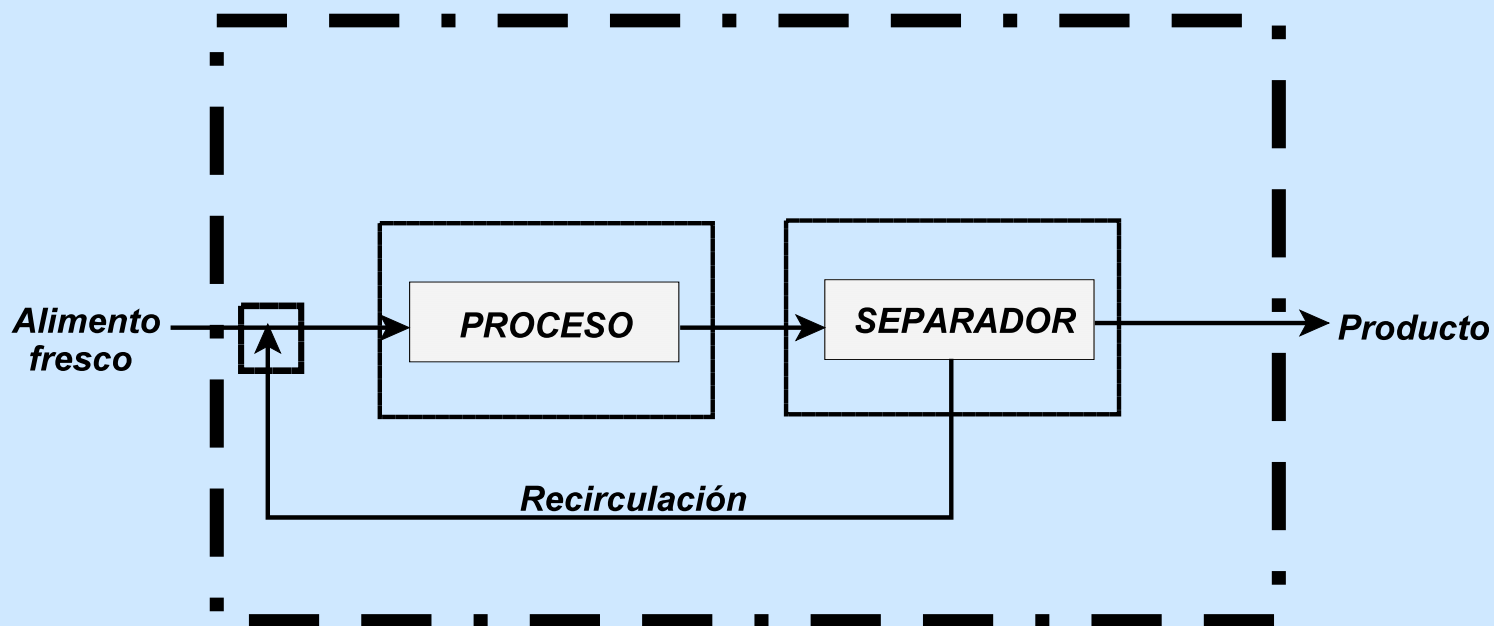

Figura 3.4: Recirculación.
**Recirculación (“recycle”)**: Corriente que se devuelve a la corriente de alimentación como resultado de una separación efectuada en la corriente de salida de un proceso para aprovechar disolventes valiosos o aumentar la conversión de reacciones reversibles (**Figura 3.4**); se efectúa un balance alrededor de todo el sistema, alrededor de cada bloque y en el punto de mezcla.